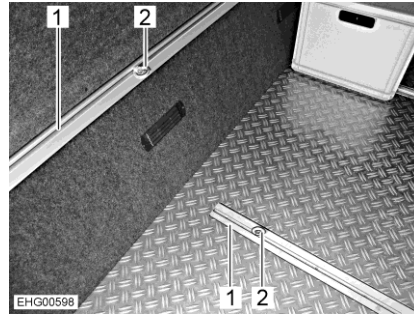

Fig. 1 Oëillets de serrage (garage arrière)
- Tourner l'œillet de serrage (Fig. 1,2) d'un demi-tour dans le sens inverse des aiguilles d'une montre. Il est maintenant possible de déplacer l'œillet de serrage (Fig. 2).
- Placer l'œillet de en position souhaitée dans le rail d'arrimage (Fig. 1,1).